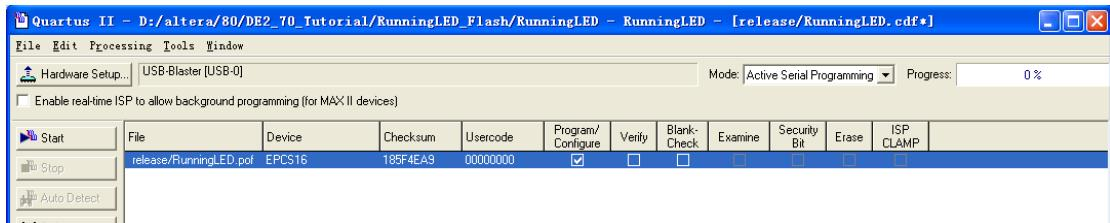

图 9-12 烧写 FPGA 配置到 Flash 图
(3) 重新添加 pof 文件, 不是 sof 文件, 勾上 Program/Configure, start。如图 9-12